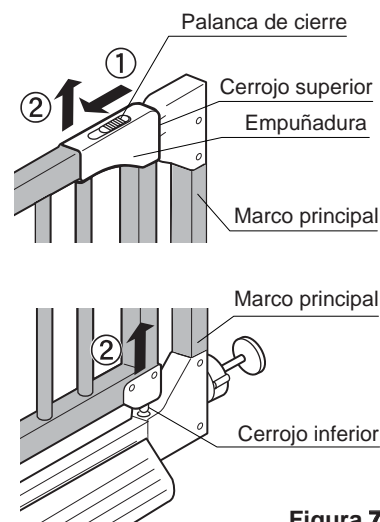

Figura 7
- ① Si la entrada está correctamente instalada, no debe sentirse floja o tambaleante cuando se tira de ella.
- ② Después de cerrar la puerta, asegúrese de que los cerrojos superior e inferior funcionen correctamente.
- ③ Sostenga la empuñadura, deslice la palanca de cierre (desbloquea el cerrojo superior) y luego levántela (desbloquea el cerrojo inferior) para abrir la puerta (vea la Figura 7).
- ④ La puerta está diseñada para cerrar automáticamente con el sistema de cerrojos superior e inferior. Si la puerta se abre con un ángulo de 75 grados o mayor y se suelta, se cerrará automáticamente.